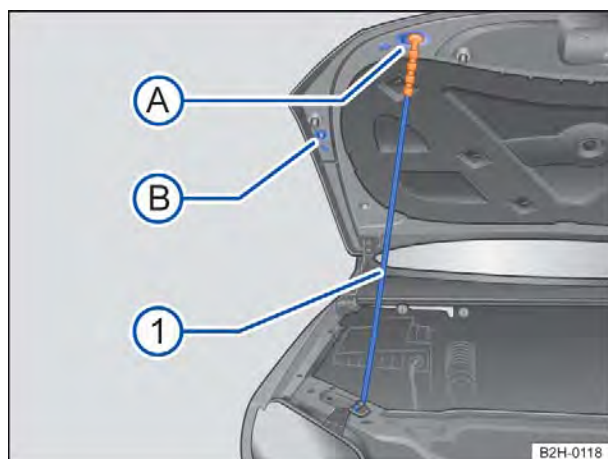

Fig. 132 Fixar a tampa do compartimento do motor com a haste de sustentação.
- Erguer a tampa do compartimento do motor pela alavanca de destravamento ② (seta) e abrir totalmente.
- Desencaixar a haste de apoio ⇒ Fig. 132 ① no punho de cor contrastante, no lado direito do fecho ⇒ ⚠.